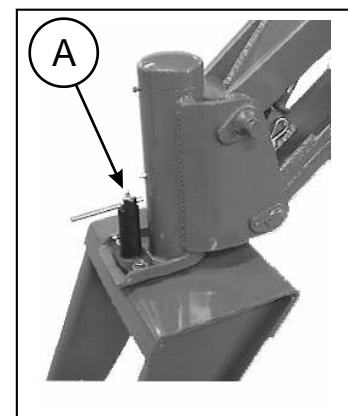
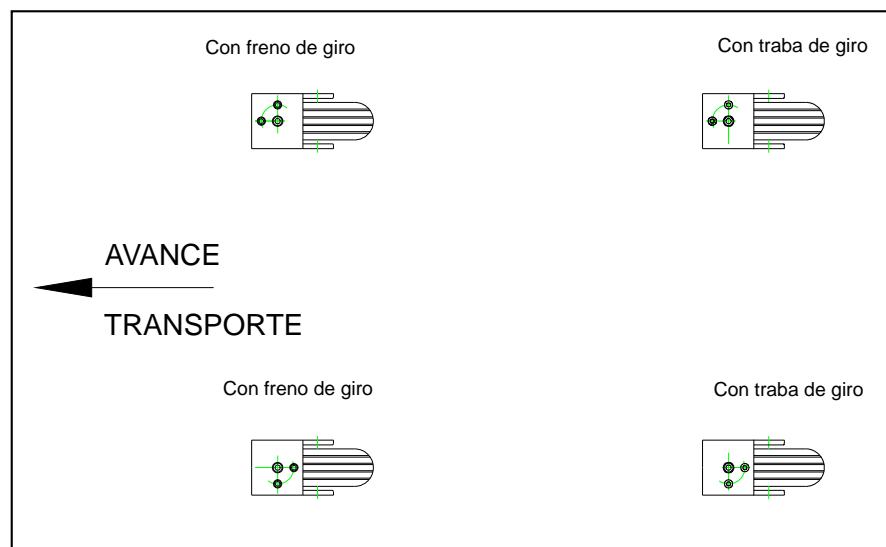

Figura 8
Figura 11
Permiten trabar o destrabar el giro de Algunas ruedas para el uso en trabajo o transporte (A Figura 8).
- \* Atención ! Antes de mover la sembradora controle que las dos ruedas que poseen traba de giro, estén destrabadas. Estas son las dos ruedas traseras, tomando como referencia la posición de transporte y mirando en el sentido del avance.-Para destrabarlas deberá quitar las trabas de giro, retirándolas hacia arriba y apoyándolas en su descanso A Figura 8. Puede ser necesario oscilar levemente las ruedas para lograrlo.-
- \* En estas condiciones deberá avanzar lentamente el tractor en línea recta. Las ruedas comenzarán a orientarse en posición de transporte. Suelte las dos trabas de giro de su descanso A Figura 8 y controle que se inserten en su alojamiento bloqueando el giro de las ruedas. Puede ser necesario realizar otro movimiento del tractor para lograrlo.- Las cuatro ruedas deberán quedar dispuestas como el esquema (Figura 11).-
Atención! Antes de mover la sembradora, deberá quitar las trabas de giro de las dos ruedas que las poseen, retirándolas hacia arriba y apoyándolas en su descanso (A Figura 8). Puede ser necesaria alguna oscilación a las ruedas para lograrlo. Esto se hará a las dos ruedas derechas, tomando como referencia la posición de trabajo y mirando en el sentido del avance.-